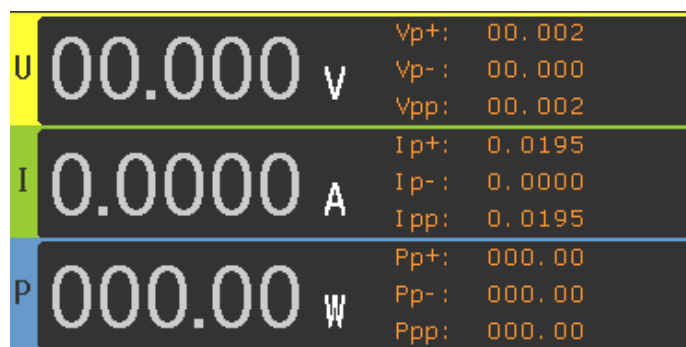

图 4-1
- U,I,P P POn:如图 4-1 所示，显示电压、电流、功率、峰值、纹波值